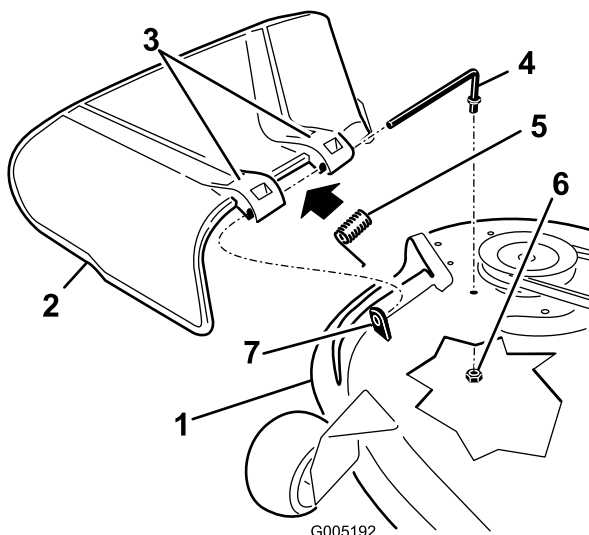

Bild 67
1. Nehmen Sie die Mutter (3/8 Zoll) aus der Stange unter dem Mähwerk ab (Bild 67).
2. Schieben Sie die Stange aus dem kurzen Vorsprung, der Feder und dem Ablenkblech (Bild 67).
4. Montieren Sie das Ablenkblech (Bild 67).
7. Schieben Sie die Stange durch die zweite Halterung am Grasablenkblech (Bild 67).
9. Befestigen Sie das hintere Stangenende mit einer Mutter (3/8") am Mähwerk, wie in Bild 67 abgebildet.